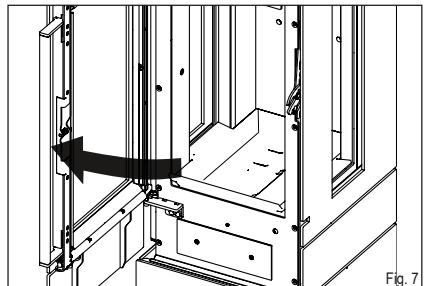

Fig. 7
- ▶ Ouvrez la porte de commande (Fig. 7).